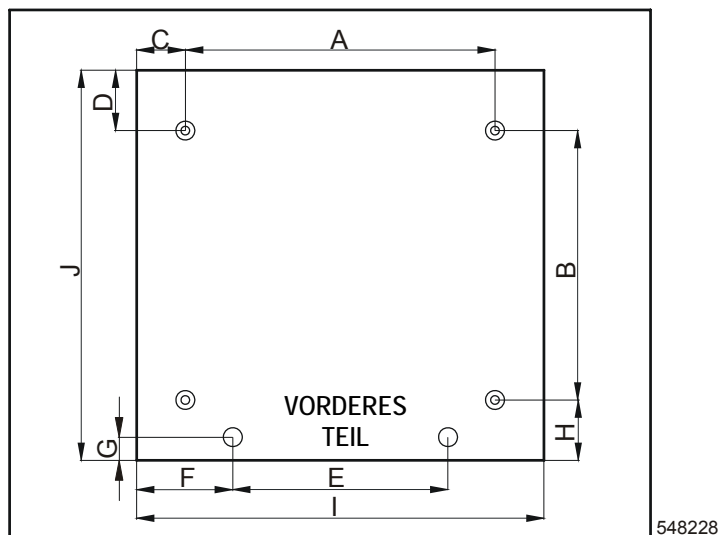

Abb.4
- Bohren Sie zwei Löcher $\varnothing 10$ mm / 0.39“, Tiefe 50 mm / 1.96“, siehe Abb.4.